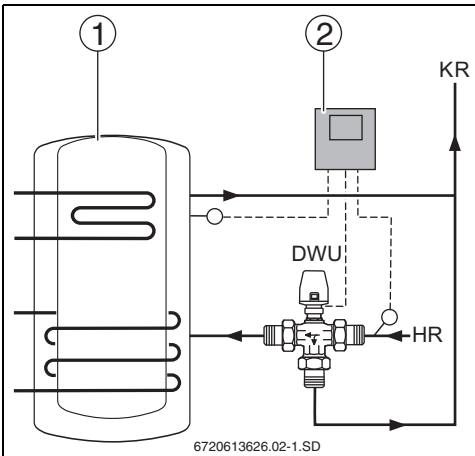

Bild 7 Rücklaufanhebung
- ▶ 3-Wege-Ventil im Rücklaufrohr zwischen Pufferspeicher oder Kombispeicher (→ Bild 7, Pos. 1) und Heizkessel nach folgender Tabelle montieren.